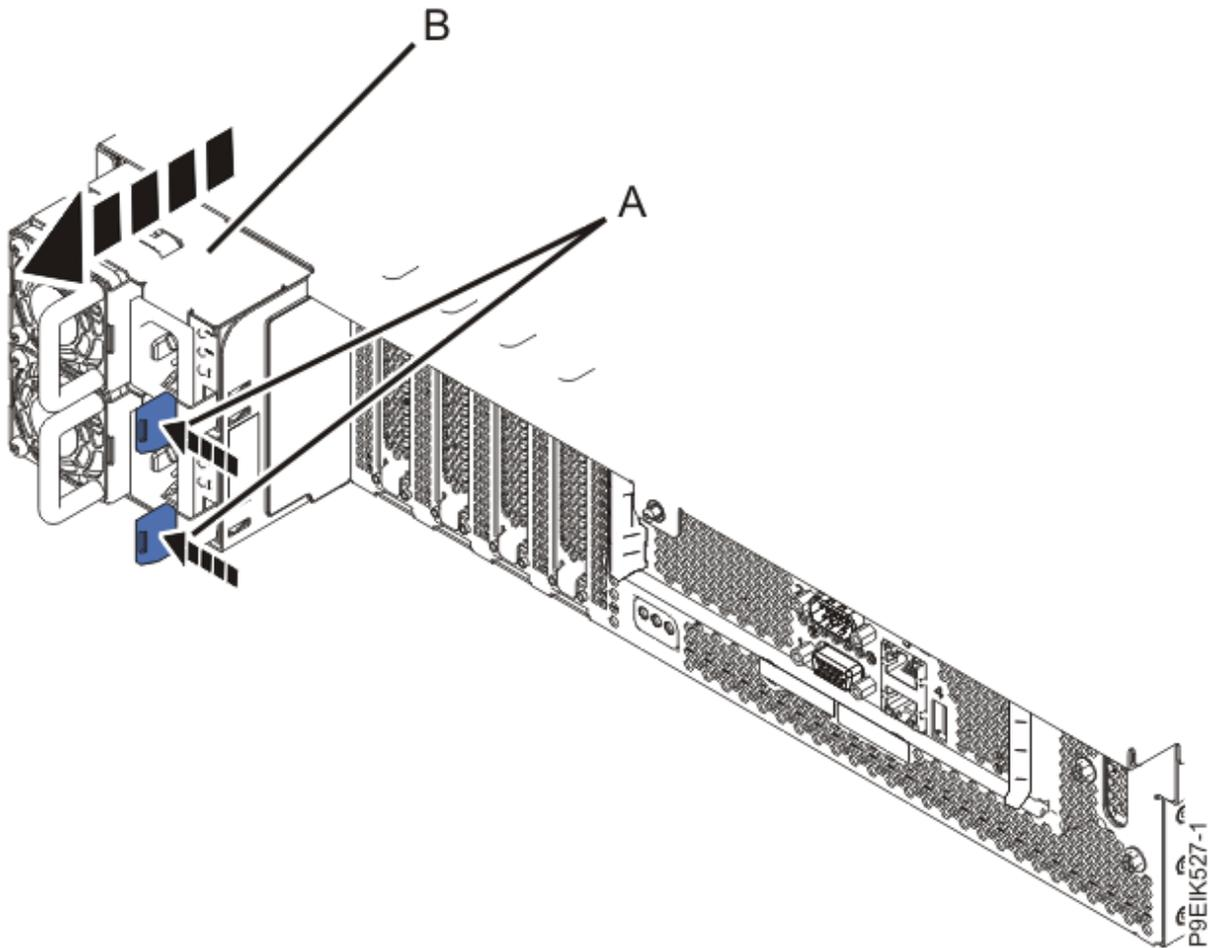

Figure 58. Retrait des blocs d'alimentation du système
9. Retirez les blocs d'alimentation du système comme illustré dans la Figure 58, à la page 98.